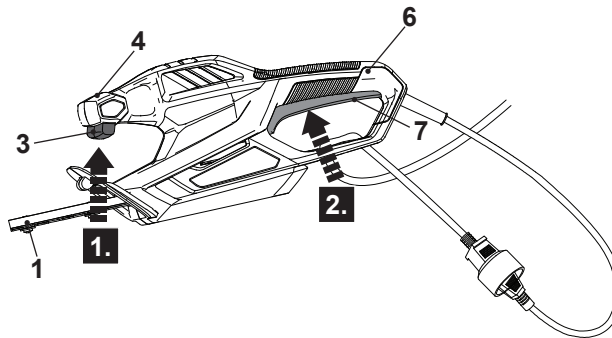

Fig. 4
1. Assegure que o dispositivo de corte (lâmina) (1) não toca em nenhum objeto. Remova a cobertura da lâmina (11) do dispositivo de corte (lâmina) (1) antes de ligar o produto.
2. Segure o produto com uma mão na pega dianteira (4) e a outra mão na pega traseira (6).
3. Aperte o interruptor de segurança (3) e mantenha-o em posição (Fig. 4, passo 1).
4. Aperte o interruptor de ligar/desligar (7) para ligar o produto (Fig. 4, passo 2).
5. Solte o interruptor de ligar/desligar (7) ou o interruptor de segurança (3) para desligar o produto.